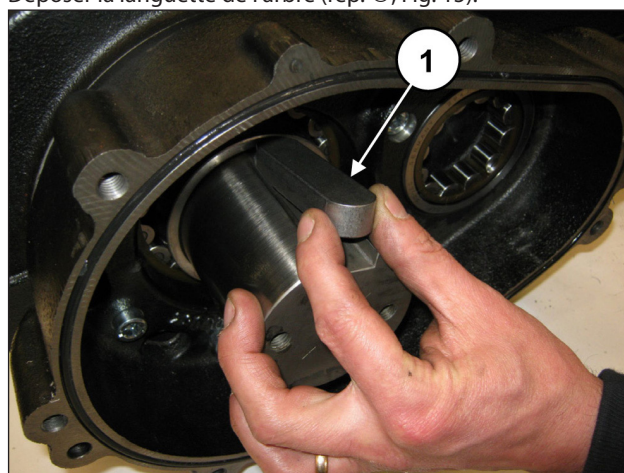

Fig. 15
Déposer la languette de l'arbre (rep. ①, Fig. 15).